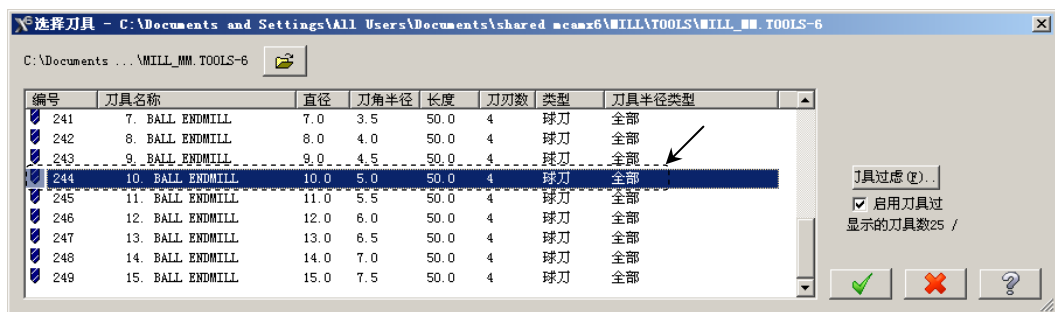

图 5.11 “选择刀具”对话框
Step4. 选择刀具。在“曲面精加工平行铣削”对话框中,单击 **选择刀具...** 按钮,系统弹出“选择刀具”对话框,在该对话框中的列表框中选择图 5.11 所示的刀具。单击 **✓** 按钮,关闭“选择刀具”对话框,系统返回至“曲面精加工平行铣削”对话框。